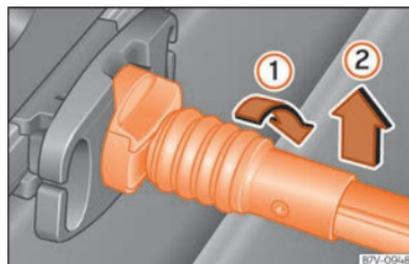

Fig. 175 Décrochez le filet à bagages.
- Tournez la barre de fixation de 90° vers la droite » » fig. 175 ① jusqu'à ce que la marque